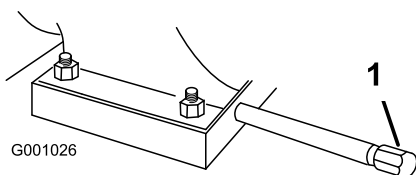

Bild 41
1. Reinigen Sie den Bereich um die Ölablassschraube (Bild 41).